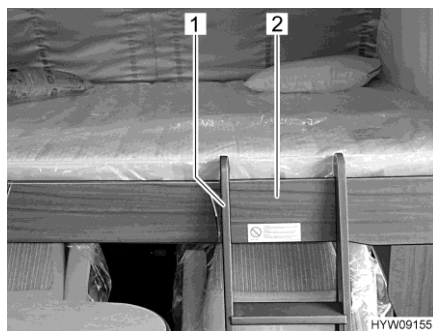

Fig. 98 Escalera de ascenso (cama elevada)
- Enganchar la escalera de ascenso (Fig. 98,1) con las dos horquillas en el marco de la cama (Fig. 98,2) de la cama elevada. Al enganchar, prestar atención a que las horquillas tengan contacto con los dispositivos de fijación dispuestos en el interior. Con ello, se excluye el desplazamiento lateral de la escalera de ascenso.
- Desenganchar la escalera de ascenso (Fig. 98,1) del marco de la cama (Fig. 98,2) de la cama elevada.